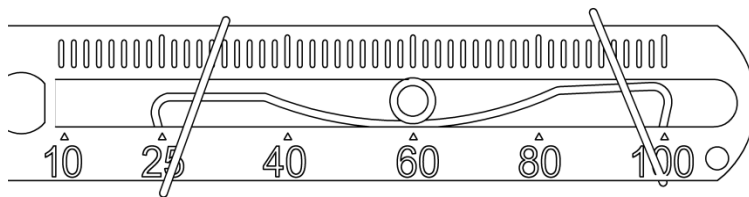

图20. 反馈杆 B 和传动销连接
- 对于反馈杆 A，使直行程安装支架⑦贴住执行器，反馈杆⑤的头部进入 U 型杆①。对于反馈杆 B，把传动销⑪插入到反馈杆 B 插槽内的固定弹簧上，如图 20 所示。调整位置，